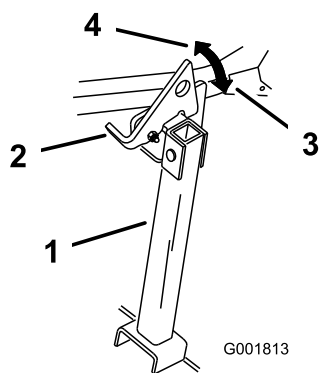

Bild 33
2. Heben Sie den Riegel in die entsicherte Stellung an (Bild 33).